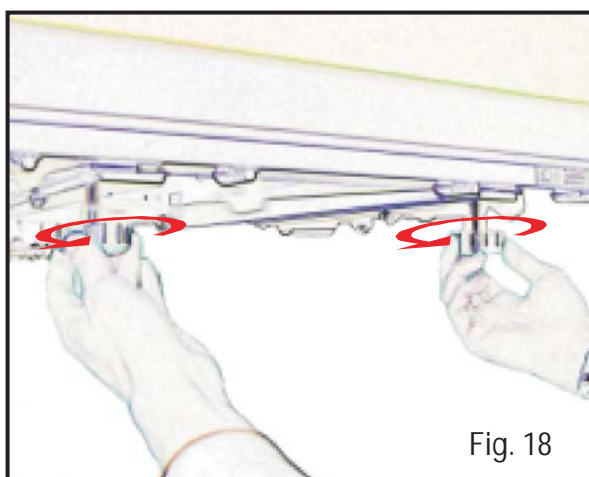

Fig. 18
- Cerrar las perillas (fig. 18);